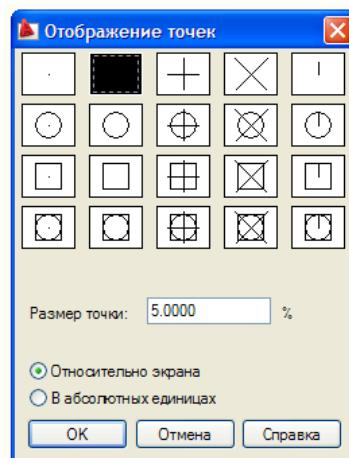

Рис. 17
- Если Вы выберете стиль точки, как показано на рис. 17, то точек совсем не будет видно на экране, но они не исчезли, они присутствуют в чертеже до тех пор, пока Вы их сами не удалите.